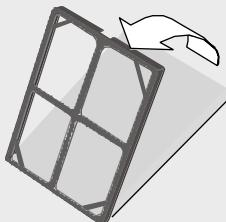

Fig. 30
- Verificate che il filtro purificatore sia collocato nella cornice: altrimenti, installatelo come indicato dalla **Fig. 30** Collocate la parte scura del filtro a contatto con la cornice.